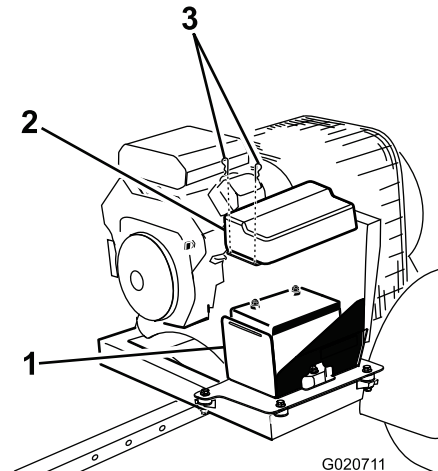

図 30
1. バッテリーカバーをバッテリーボックスに固定しているクリップを外し、ボックスからカバーを取り外す (図 30)。